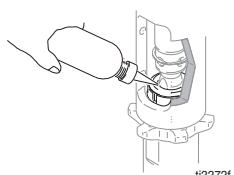

Рис. 12
- (Рис. 12) Залейте в гайку уплотнения состав Graco TSL.